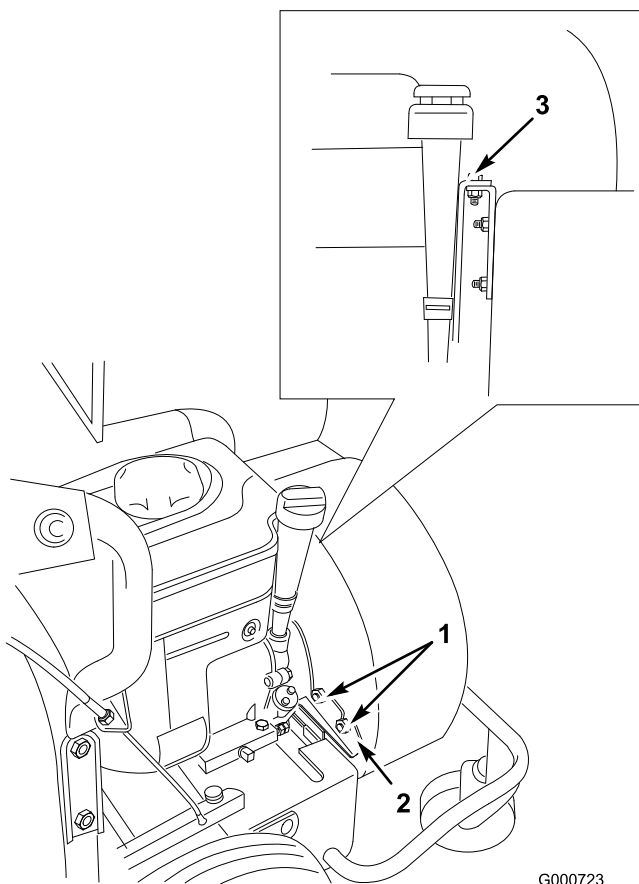

Figura 34
- 8. Allentate entrambi i dadi di bloccaggio che fissano la scatola del soffiatore alla staffa di stabilizzazione (Figura 34).
- 9. Togliete il bullone di ancoraggio della scatola del soffiatore, e sollevate la scatola fin dove lo consente la girante (Figura 34).